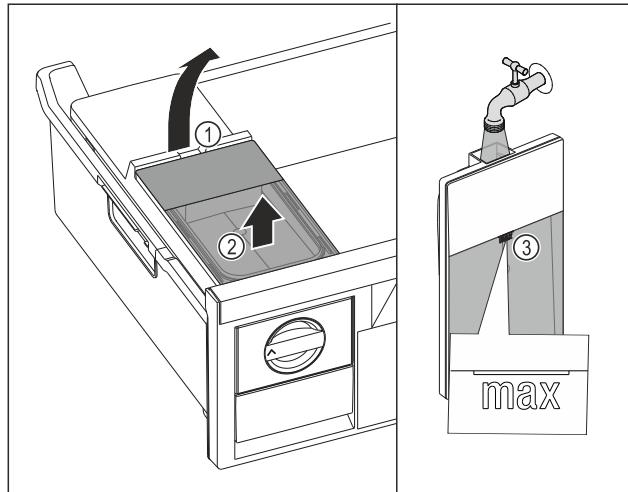

Fig. 67
- Поднимите бак для воды за выемку Fig. 67 (1).
- Извлеките бак для воды движением вверх. Fig. 67 (2)
- Наполните бак для воды питьевой водой до отметки Fig. 67 (3).